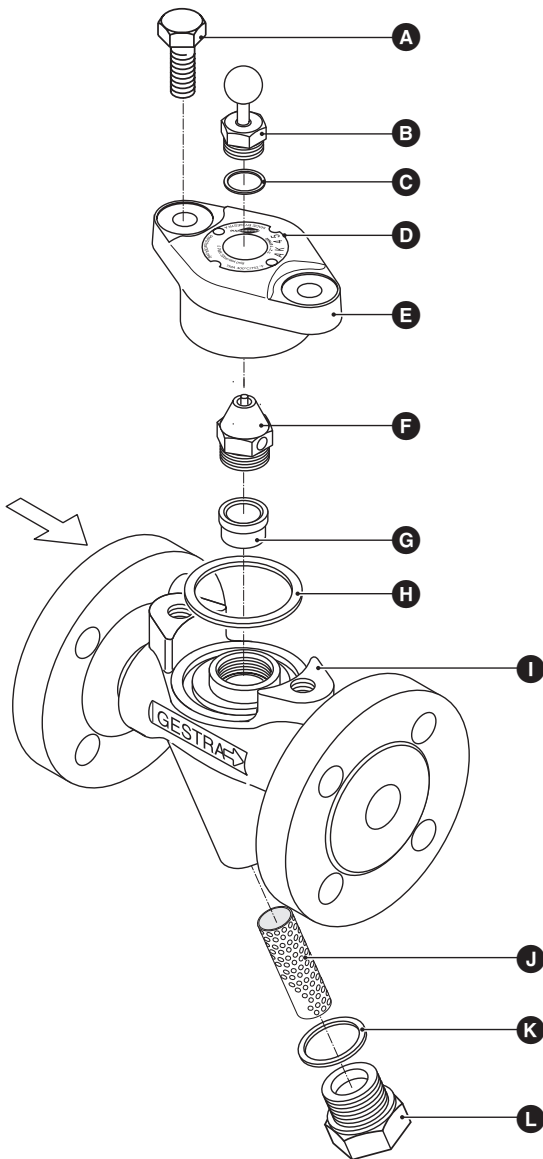

Fig. 2
2. Gehäuseschrauben **A** lösen und Haube **E** von Gehäuse **I** abnehmen. **Fig. 2**